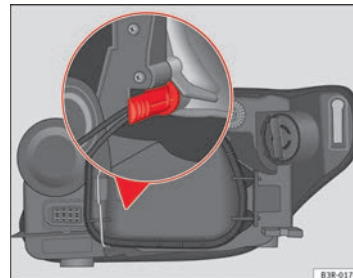

Abb. 215 Standlicht. Halter des Lampenträgers in senkrechter Stellung
- Die Glühlampe am Sockel so einsetzen, dass der Halter des Lampenträgers zur Wand in senkrechter Stellung bleibt ⇒ Abb. 215, und Druck auf den Sockel ausüben.